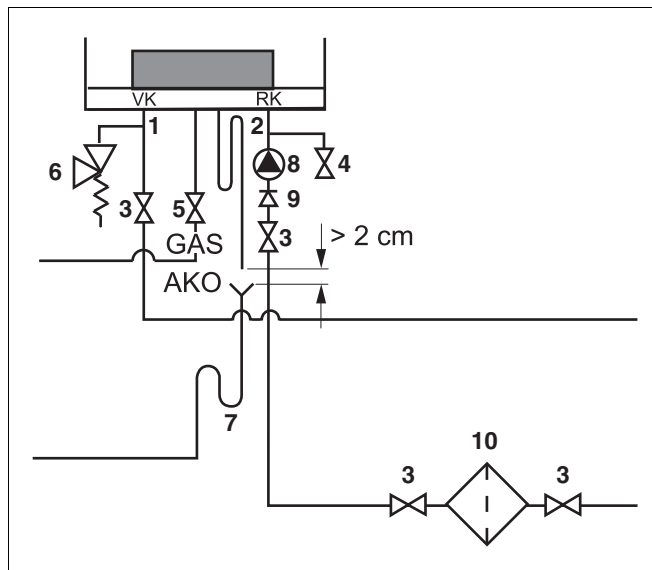

Fig. 14 Racordarea turului și a returului
Pentru protecția întregii instalații recomandăm să montați un filtru pentru impurități (fig. 14, poz. 10) pe conducta de retur. Pentru racordul cazanului de încălzire la o instalație de încălzire existentă de mai demult montarea este absolut indispensabilă.
- Montați fără tensiune conducta de tur cu garnitură plată de cauciuc inserată (fig. 14, poz. 1) la racordul VK (tur cazan). Folosiți conducta de tur cu un diametru minim de 1½".
- Montați fără tensiune conducta de retur cu garnitură plată de cauciuc inserată (fig. 14, poz. 2) la racordul RK (retur cazan). Folosiți o conductă de gaz cu un diametru minim de 1½".
- Montați pentru întreținerea cazanului de încălzire câte un robinet de întreținere (fig. 14, poz. 3) pe tur și retur. Folosiți robinete de întreținere cu un diametru minim de 1½".
- Racordați un robinet de umplere și de golire (fig. 14, poz. 4) în conducta de retur.